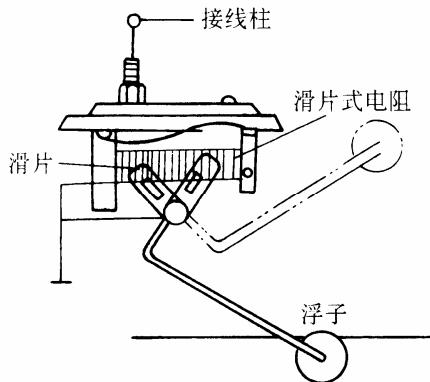

图 9-97 燃油表传感器原理
(2) 转速表 用于显示发动机的转速，通过产生与发动机转速成正比的电脉冲使转速表表针相应的地偏摆。化油器式发动机转速表的信号取自点火线圈，电喷发动机则由发动机转速传感器产生发动机转速信号。
(3) 燃油表 用于指示油箱油面的高低，当燃油表指示“0”位时，最低燃油液面警报灯亮起，这时，油箱中大约还剩下 8L 燃油，应立即到附近的加油站加油。燃油表通过燃油表传感器取得燃油箱液面信号，燃油表传感器实际上是一个滑片电阻式电位计（图 9-97），浮子随燃油箱液面的变化而上下浮动，带动滑片移动而改变传感器串入燃油表电路中的电阻值，通过燃油表的电流相应变化，使表针摆向相应的油面示值。